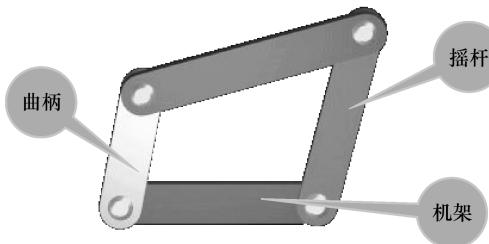

图 8-48 曲柄摇杆机构
- 曲柄摇杆机构：铰链四杆机构的两个连架杆中，若其中一个为曲柄，另一个为摇杆，则称其为曲柄摇杆机构。当以曲柄为原动件时，可将曲柄的连续转动转变为摇杆的往复摆动，如图 8-48 所示。